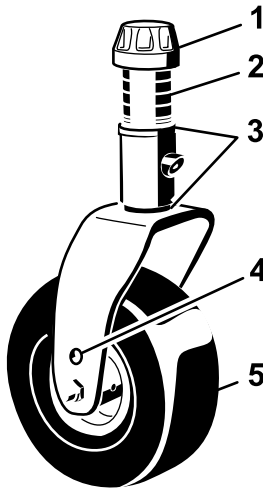

Figure 20
5. Enlevez le chapeau de tension de l'axe de pivot et sortez l'axe du bras de la roue pivotante (Figure 20).